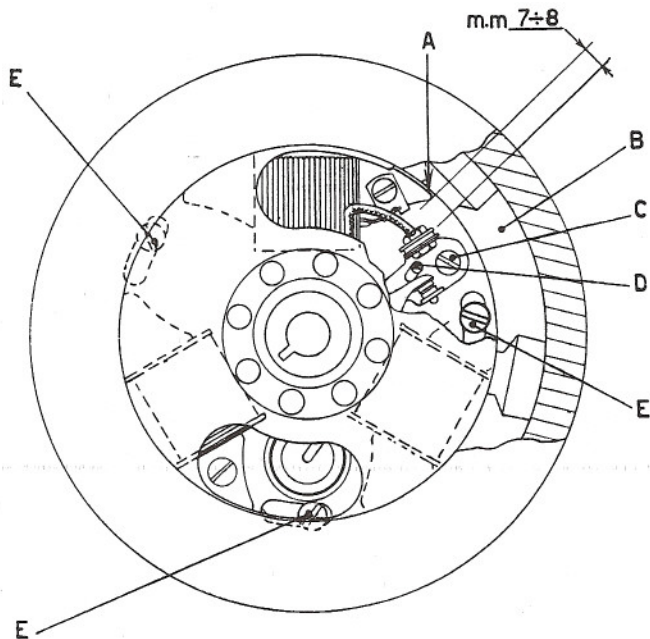

Fig. 15/D - Controllo fasatura
In tale istante verificare, attraverso la feritoia del volano, la posizione del rotore rispetto alla bobina alimentazione A. T. dello statore: se l'estremità visibile "A" di detta bobina (fig. 15/D) dista dall'inizio dell'espansione polare del rotore "B", opposta alla cava per chiavetta, di un arco di  $7 \div 8$  mm., il volano è correttamente fasato; in caso contrario allentare la vite "C" ed avvitarlo o svitarlo con un ciacciavite l'eccentrico "D" che regola la posizione della squadretta porta-contatti del ruttore, fino ad ottenere che la lampada si accenda quando gli elementi "A" e "B" suddetti distano della misura sopra indicata.
- 6) - Ottenuta in tal modo la fasatura del volano, si può procedere alla fasatura del motore; perciò agire sulle tre viti "E" (fig. 15/D) che fissano il supporto bobine (dopo aver smontato il rotore del volano) e spostare il supporto bobine stesso nella posizione idonea ad ottenere il prescritto anticipo all'accensione (ved. rubrica "Rimontaggio").